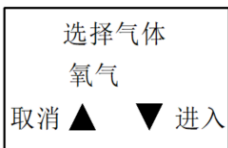

图 18
2) 进入标定子菜单界面，通过“上”“下”键选择“其他标定”，按“确定”键确认并进入。(图 18)